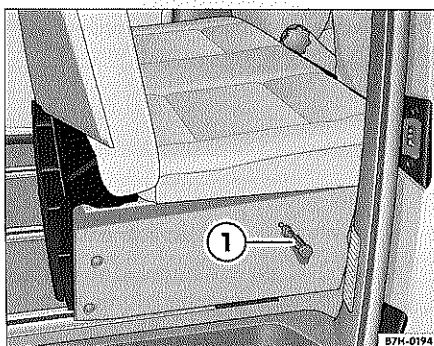

Fig. 16 Asiento cama con mecanismo de bloqueo bloqueado por el destornillador ①
- Sujete la palanca ① y encaje el destornillador en el orificio del asiento cama ⇒ página 30, fig. 16 ①. El mecanismo de bloqueo del asiento cama queda bloqueado así ⇒ ⚠.
- Extraiga el asiento cama ⇒ ①.
- Compruebe que el destornillador con la cara plana se encuentre en el orificio del asiento cama ①, y que el mecanismo de bloqueo del asiento esté bloqueado.
- Coloque el asiento cama en las guías, encajando las patas en los rebajes ⇒ página 30, fig. 16.